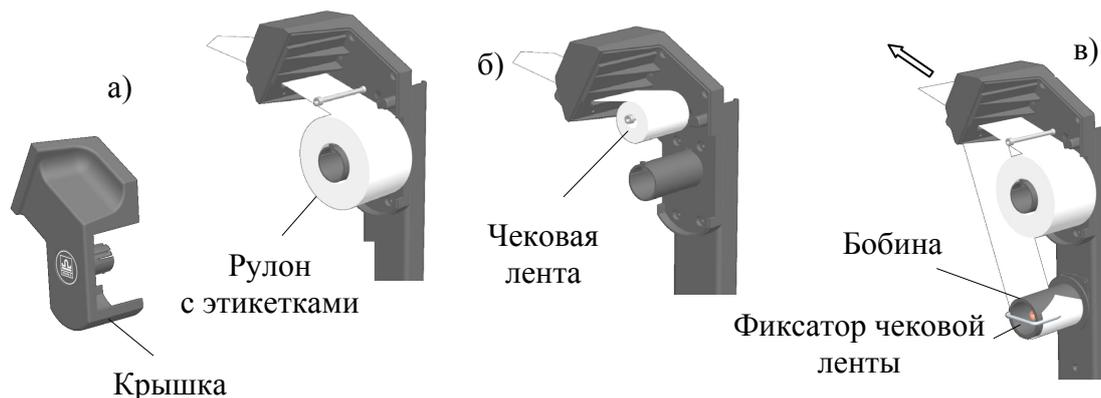

Рис. 4.9 - Установка рулонов
- Легким рывком снять крышку печатающего устройства (Рис. 4.9 а).
- Снять фиксатор с бобины (Рис. 4.9 в).